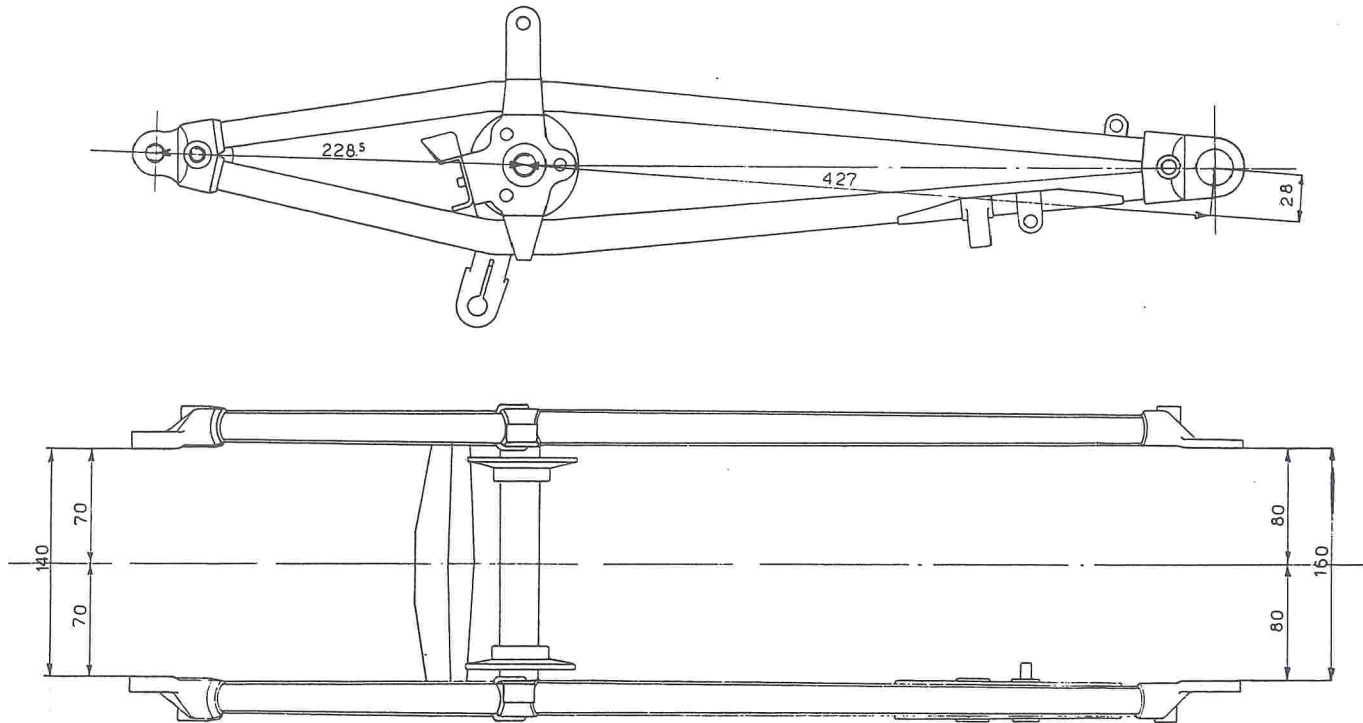

Fig. 31
*Verificare* che gli assi passanti per i tre fori (fissaggio perno mozzo, traverso porta piattello, attacco ginoliera) siano paralleli fra di loro. L'asse che passa per i fori fissaggio perno del mozzo, non è contenuto nel piano degli altri due assi, ma deve essere spostato all'indietro di mm. 28 (vedere fig. 31).